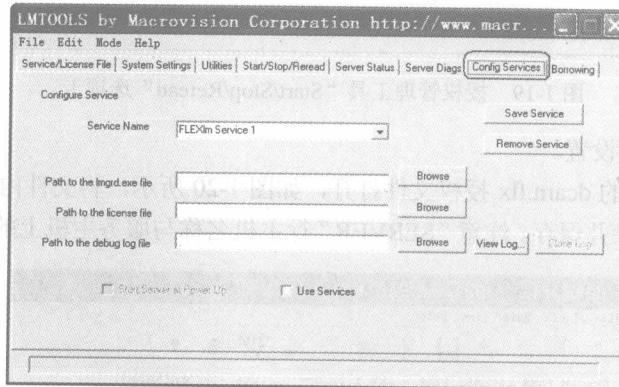

图 1-17 授权管理工具 Config Services 选项卡
- ④ 打开浮动授权管理工具界面，单击“开始”→“程序”→“Delcam”→“flex”→“flex3000”→“licence manager tool”命令弹出对话框，单击“Config Services”如图 1-17 所示选项卡。